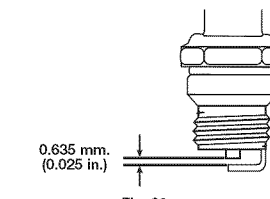

Fig. 28
- Remplacez toute bougie fendillée, encrassée ou sale. Réglez l'écartement à 0,635 mm (0,025 po) à l'aide d'une jauge d'épaisseur (Fig. 28).